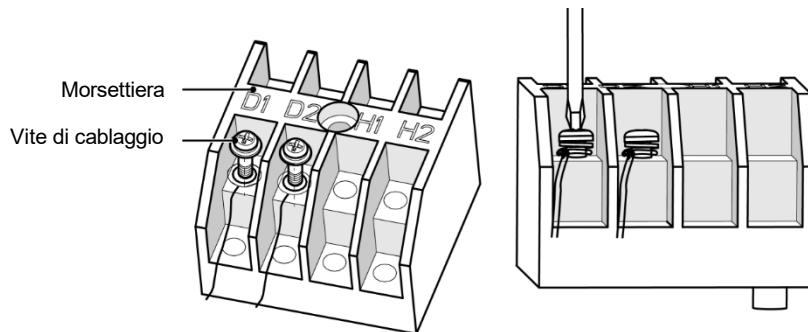

Fig.5.3.1
- (1) Sganciare il coperchio della scatola elettrica.
- (2) Far passare il cavo di comunicazione attraverso i fori passanti del cablaggio.
- (3) Collegare il cavo di comunicazione ai morsetti D1 e D2 della scheda di collegamento a 4 bit interna, come illustrato nella Fig. 5.3.1.